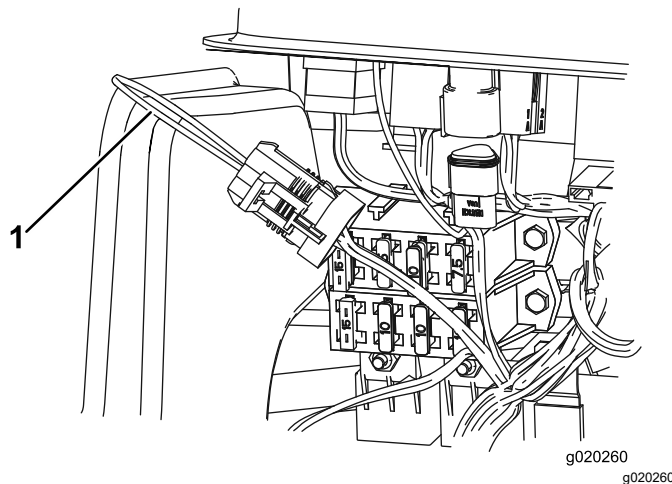

Figura 36
3. Localice el arnés de cables y el conector del bucle de prueba (Figura 36).